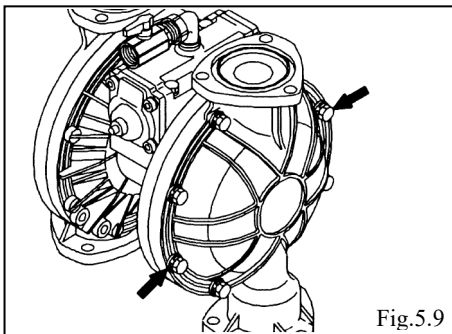

Fig.5.9
- 拆下外壳上的16处安装螺栓（NDP-80为24处），取下外壳。〈Fig.5.9〉